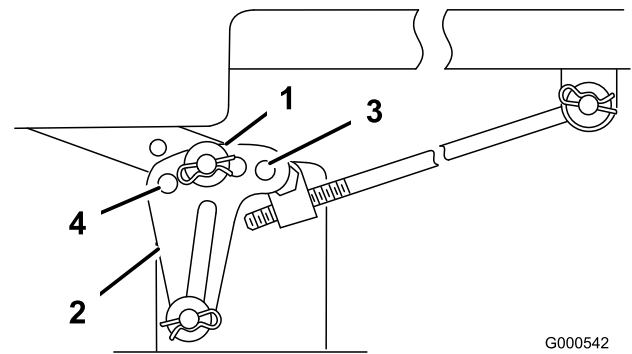

Bild 54
6. Entfernen Sie den Splint und die Scheibe von der Nivellierhalterung (Bild 54).
7. Bringen Sie zum Nivellieren der(s) Schnittmesser(s) die Nivellierhalterung(en) in einem anderen Loch an und setzen Sie die Scheibe und den Splint wieder ein. (Bild 54). Durch ein vorderes Loch wird die Schnittmesserhöhe gesenkt und durch ein hinteres Loch angehoben. Stellen Sie beide Seiten bei Bedarf ein.